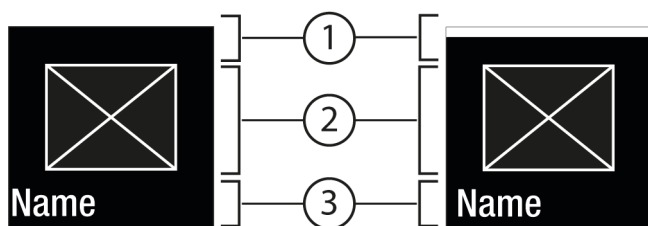
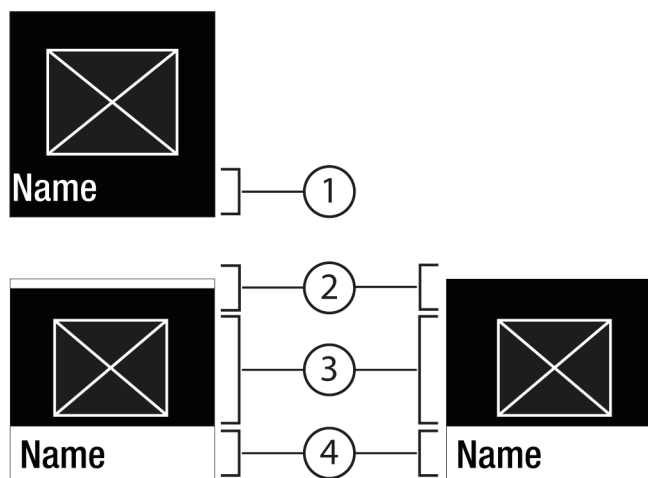

Fig. 6
Fig. 7
- Cu Confirmare Fig. 5 (2) apelați Submeniu Fig. 7 (4).
- Setări valoarea nouă: Cu Confirmare Fig. 5 (2) selectați o valoare dezactivată Fig. 6 (1).
- Înapoi în meniu: Cu Confirmare Fig. 5 (2) selectați valoarea activată Fig. 6 (2) deja.
- ▷ Starea: activată Fig. 6 (1) apare scurt în submeniu Fig. 7 (4).